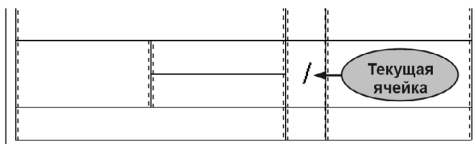

Рис. 36.13. Указание текущей ячейки
7. Сделайте текущей ячейку, показанную на рис. 36.13. Активизируйте переключатель **Разбить ячейку по горизонтали**.